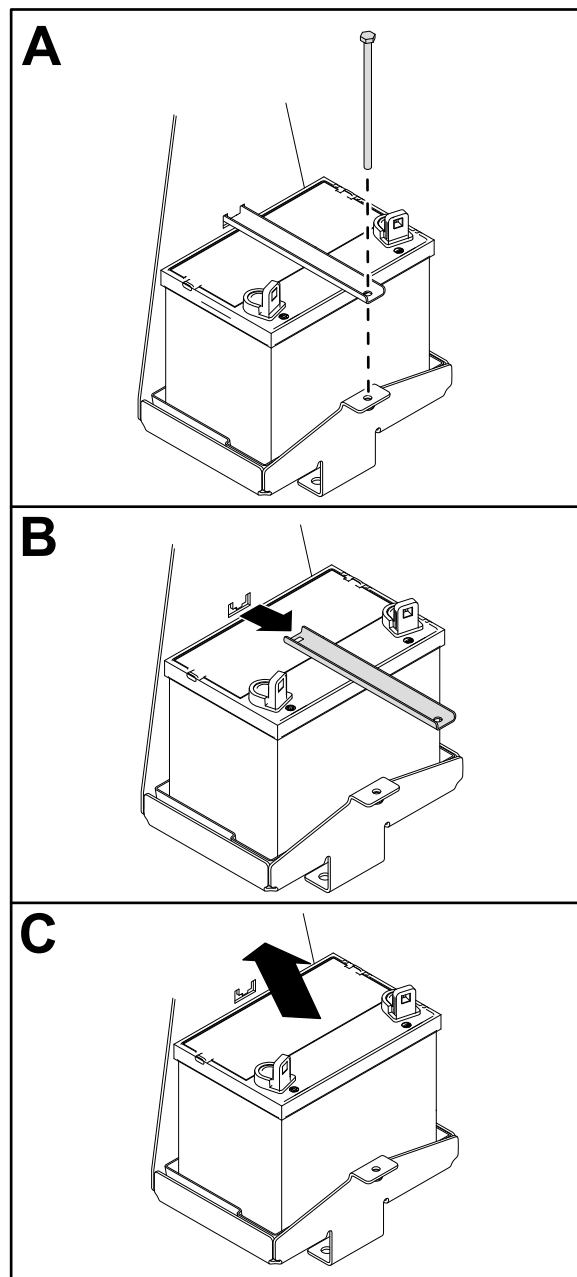

Figure 38
2. Retirez la batterie, comme montré à la Figure 38.